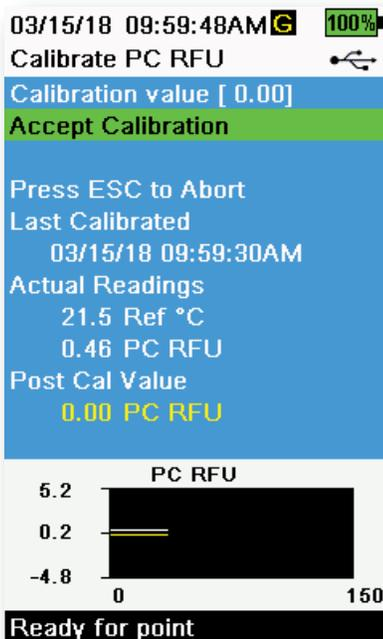

図57 PC RFUの校正
8. 校正ディスプレイで温度の読み値を観察します (図57)。「Rhodamine WT dye solution preparation (ローダミンWT染料溶液の準備)」セクションの表を使用して、校正標準溶液の適切な値を特定します。